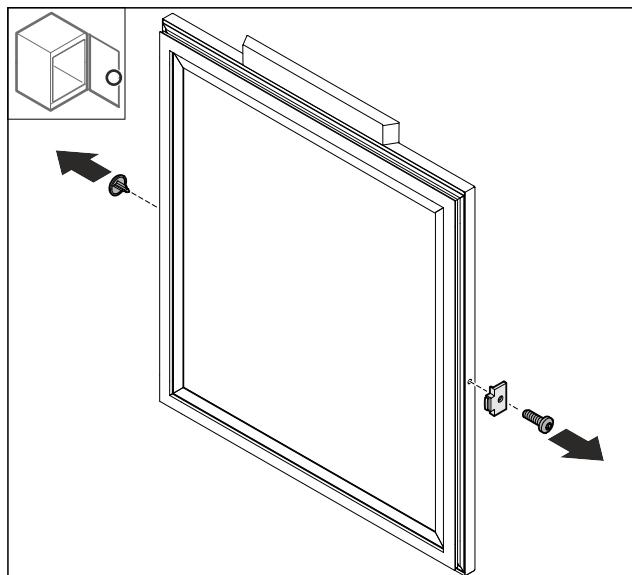

Fig. 69
- Отстранете капака Fig. 69 (1).
- Демонтирайте ограничителя на вратата Fig. 69 (2).